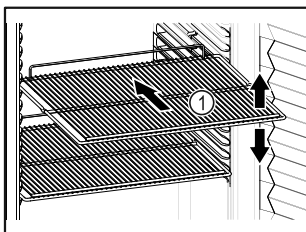

Fig. 31
- ❑ Colocar los estantes parrilla Fig. 31 (1) a la altura requerida.